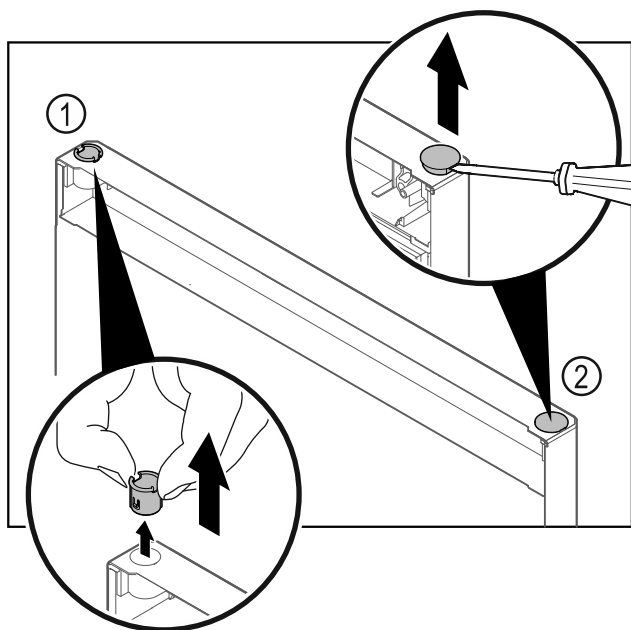

Fig. 17
- Estrarre la boccola cerniera Fig. 17 (1) con le dita.
- Con un cacciavite a testa a intaglio sollevare con cautela il tappo Fig. 17 (2) ed estrarlo.